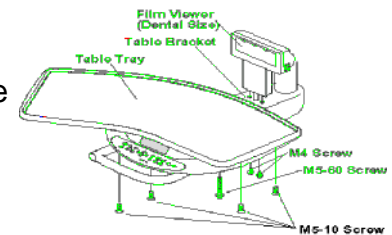

Fig.6-25 Fixing Table Tray and Film View
(5) Fixez le négatoscope pour radio sur le support de la tablette avec les 2 vis M4 (Fig.6.25) (option)
(6) Fixez la tablette avec les 4 vis M5-10 et 1 vis M5-60. (Fig.6-25)
(7) Rod Holder Type (Fig.6-25^a)
(1) Enlevez la tablette du praticien (Fig .6-25)